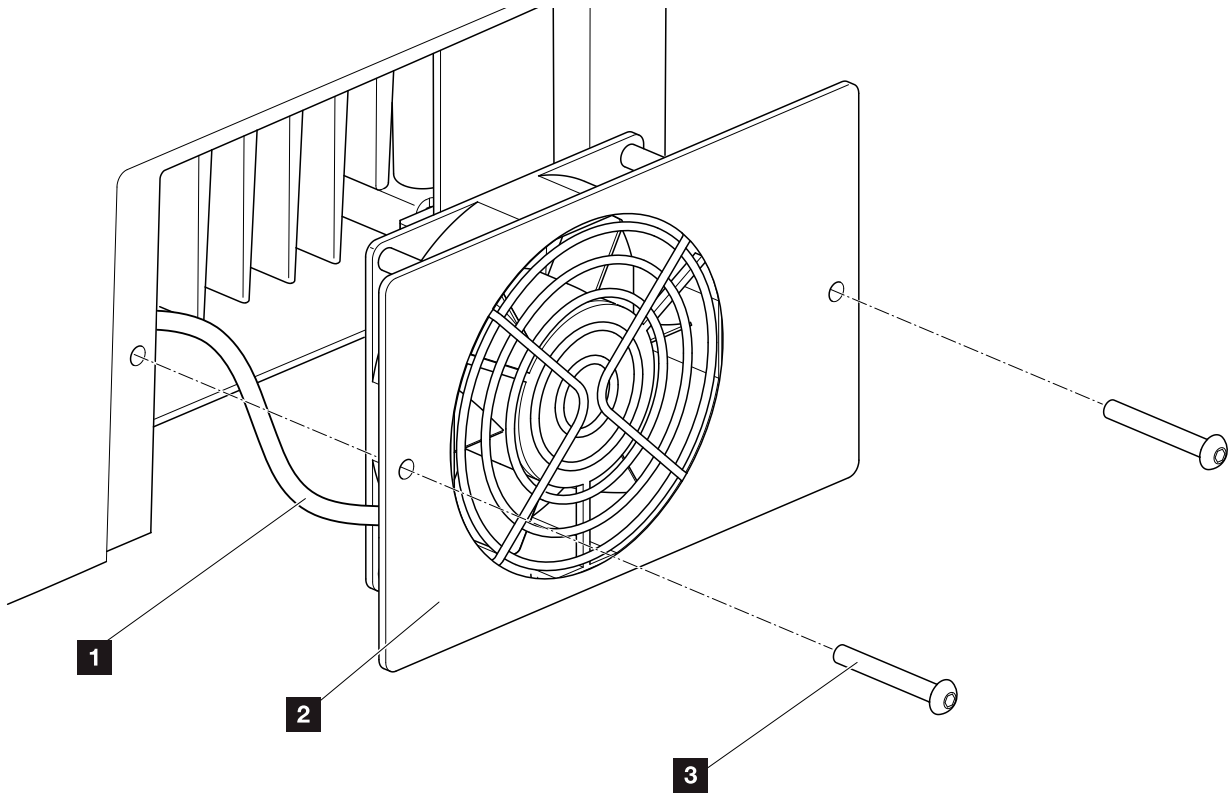

Abb. 64: Lüfter ausbauen
2. Lüfter ausbauen ⚡ Abb. 64
⚡ Abb. 64, Pos. 1